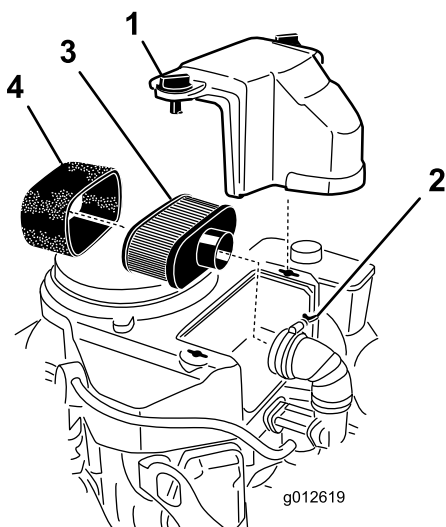

Figura 41
3. Limpie alrededor del limpiador de aire de forma que la suciedad no penetre en el motor y cause daños (Figura 41).
4. Afloje los pomos de la tapa y retire la tapa del limpiador de aire (Figura 41).
5. Afloje la abrazadera y retire el conjunto del limpiador de aire (Figura 41).
6. Retire cuidadosamente el filtro de gomaespuma del filtro de papel (Figura 41).
1. Limpie el elemento de papel golpeándolo suavemente para eliminar el polvo. Si está muy sucio, cambie el elemento de papel (Figura 41).
1. Deslice cuidadosamente el elemento de espuma sobre el elemento de papel (Figura 41).
2. Coloque el conjunto del limpiador de aire sobre la base o la manguera y sujételo (Figura 41).
3. Coloque en su posición la cubierta del limpiador de aire y apriete los pomos de la cubierta (Figura 41).